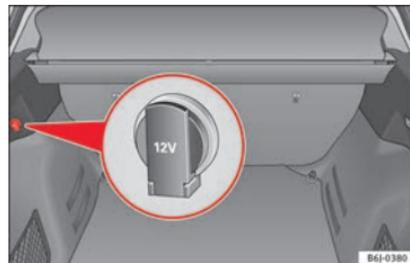

Fig. 155 Particolare del rivestimento laterale del bagagliaio: presa di corrente da 12 Volt.
- Alzare la copertura della presa di corrente » fig. 155.